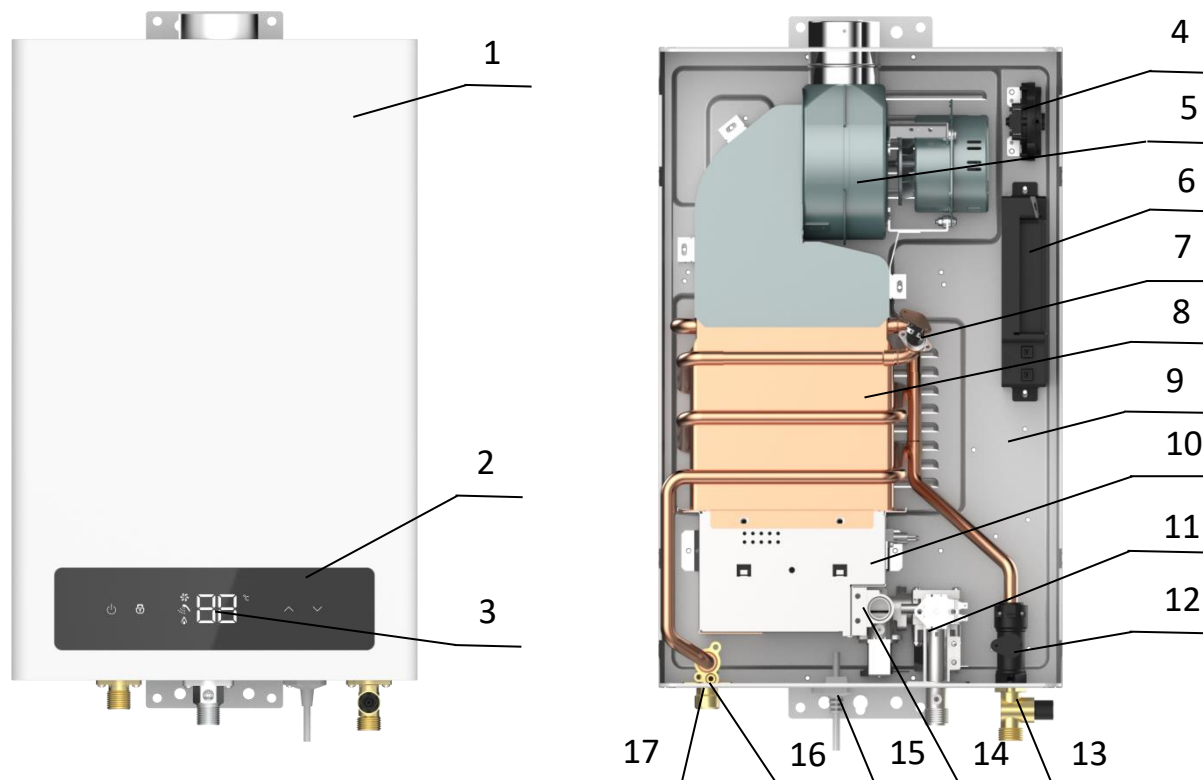

Рис. 1. Аппарат водонагревательный проточный газовый бытовой S13ST, S16ST
Составные части изделия, поясняющие принцип устройства аппарата и требующие технического обслуживания во время эксплуатации, показаны на рис. 1,2.
1.4.7 Установка температуры осуществляется прикосновением к сенсорному дисплею (см. рис. 1, 2).